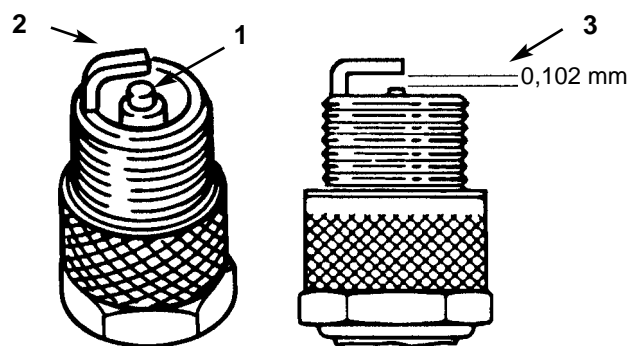

Fig. 24
1. Osservate il centro della candela (Fig. 24). Se l'isolatore ha un colore nocciola o grigio chiaramente visibile, il motore funziona normalmente. Eventuali incrostazioni nere sull'isolatore indicano che il filtro dell'aria è sporco.
2. Verificate la distanza tra gli elettrodi centrale e laterale (Fig. 24). Se non è corretta, piegate l'elettrodo laterale (Fig. 24).